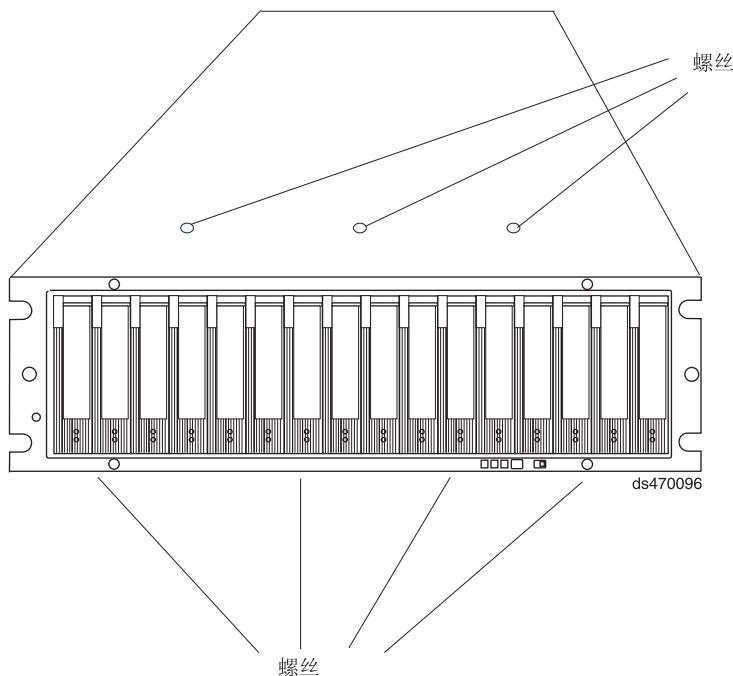

图 40. 将机箱顶部和底部固定到机架的螺钉
13. 将机箱从机架前端拉出, 以将其卸下。将它放在水平平面上。找到机箱顶部在一排上的三颗 Phillips 螺钉和机箱底部在一排上的四颗 Phillips 螺钉, 如第 84 页的图 40 中所示。使用 1 号十字螺丝刀, 卸下这七颗 Phillips 螺钉。保管好这些螺钉。
18. 安装将前机架固定到 EXP5000 机箱（在步骤第 83 页的 13 中卸下）的七颗 Phillips 螺钉（三颗在顶部，四颗在底部），如图 40 中所示。